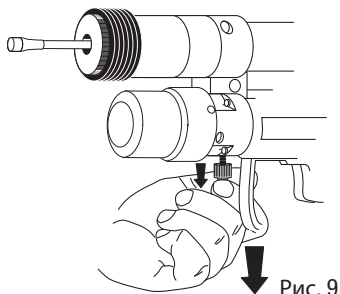

Рис. 9
3. Потянуть защитную гайку вниз до разблокировки инструмента (рисунок 9).